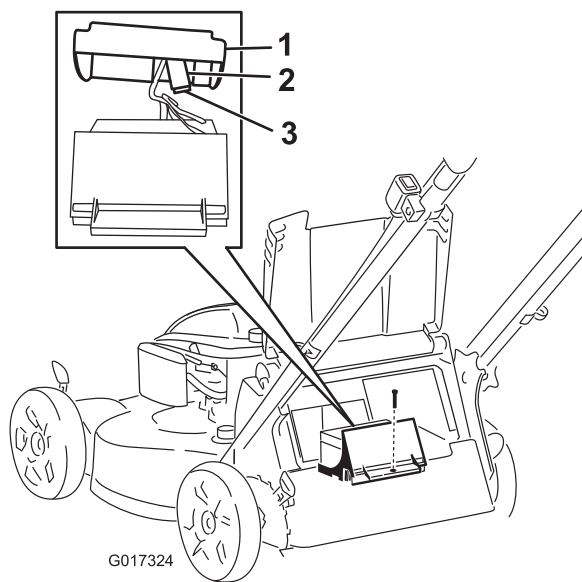

Figure 25
3. Enlevez la vis de fixation du logement de la batterie, sortez la batterie et trouvez le fusible (Figure 25).
4. Remplacez le fusible dans le porte-fusible (Figure 25).